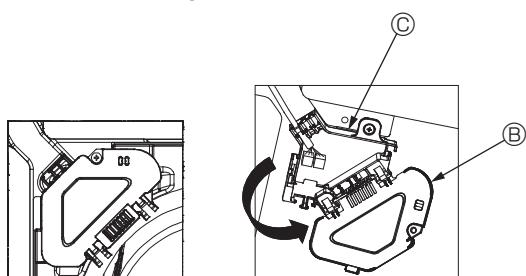

Fig. 7-7
- ③ Fjern den skrue, der holder el-boksens afdækning fast, og åbn afdækningen. (Fig. 7-7)
- ④ Placer tilslutningsledningsstikket i el-boksen.
- ⑤ Monter ledningsafdækningen og el-boksafdækningen.